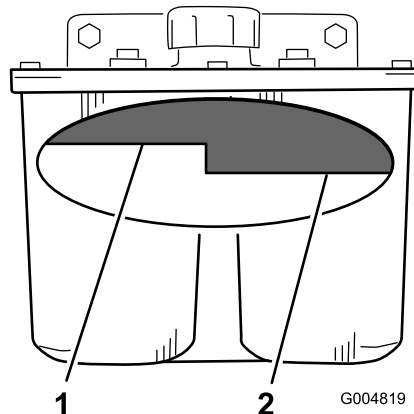

Figure 94
3. Nettoyez la surface autour du goulot de remplissage du réservoir hydraulique (Figure 94).
4. Enlevez le bouchon du goulot de remplissage et vérifiez si le réservoir contient du liquide (Figure 94).
- Remarque:** Lorsque l'huile est chaude, le niveau de liquide doit atteindre le haut du repère « à chaud » sur le déflecteur (Figure 94).